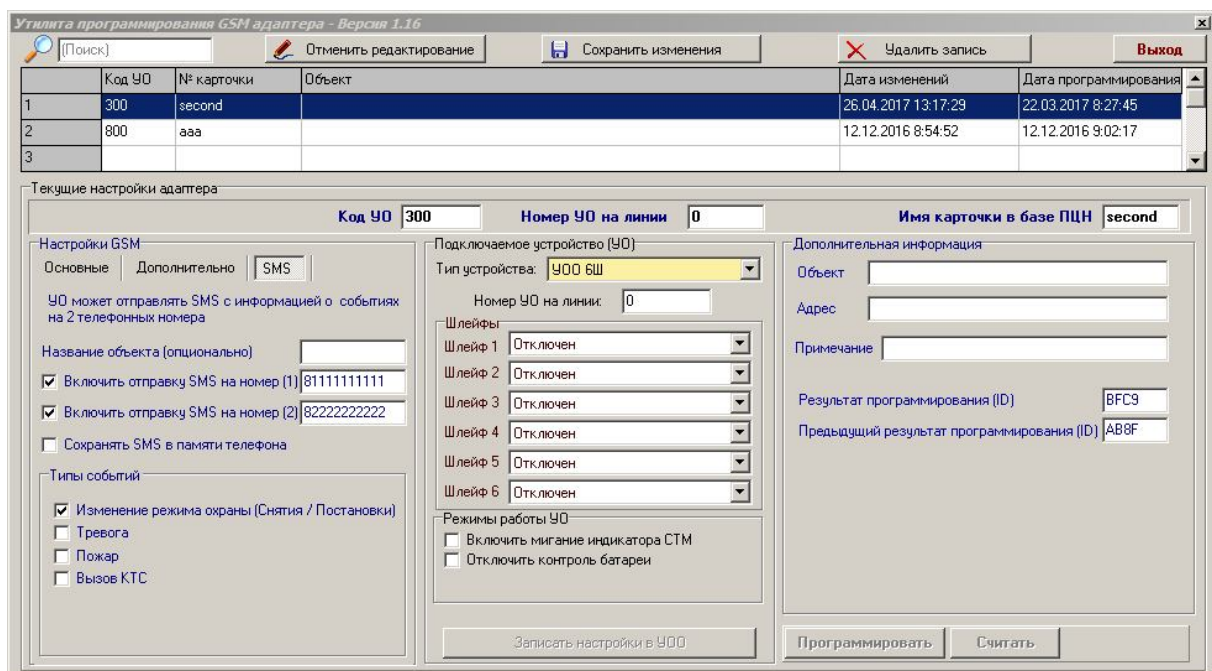

Рисунок 2. Окно программы «Prog_GSMAdapt.exe».
7.23 Поля вкладки «Настройки GSM->SMS», служат для установки условий формирования SMS сообщений на номер сотового телефона. Допускается параллельная рассылка SMS сообщений на два телефонных номера. Рисунок 2 показывает вид утилиты программирования со включенной вкладкой «Настройки GSM -> SMS».
8.3. Изменение прошивки Модема выполняется с помощью утилиты «Simcom_Series_download_Tools_Customer.exe» (рисунок 2) и кабеля АИДВ.625.621.046-01. Программирование можно выполнить компьютера, на котором установлен драйвер FTDI.